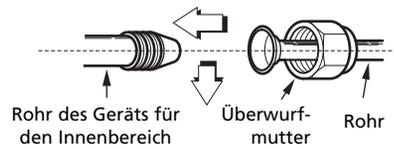

Fig. 19
- Schrauben Sie die Überwurfmutter gut mit den Fingern an und drehen Sie diese dann mit einem Schraubenschlüssel und einem Drehmomentschlüssel wie gezeigt fest (siehe Abb. 18 und Abb. 19).